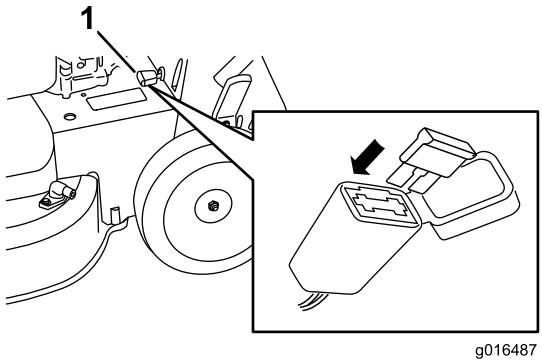

Figure 35
- Ouvrez le porte-fusible étanche et remplacez le fusible (Figure 35).